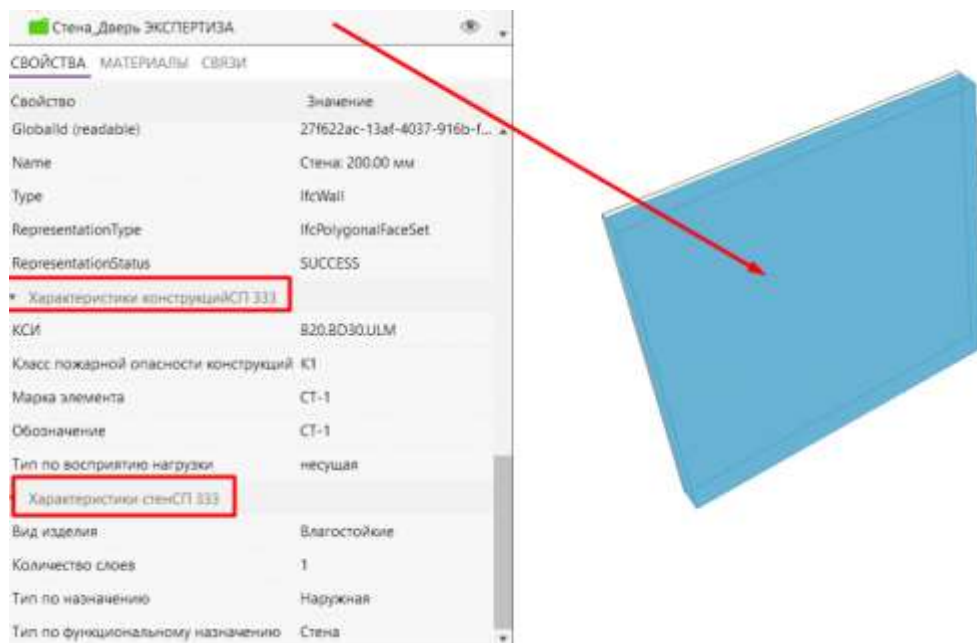

Рисунок 11.7 - Отображение свойств, по рекомендациям СП333.1325800.2020 в Pilot-BIM
7. Результат. Элемент относится к Типу ifcWall, свойства (атрибуты) разбиты на две группы «Характеристики конструкций» и «Характеристики стен» с соответствующими свойствами и значениями, рис.11.7.